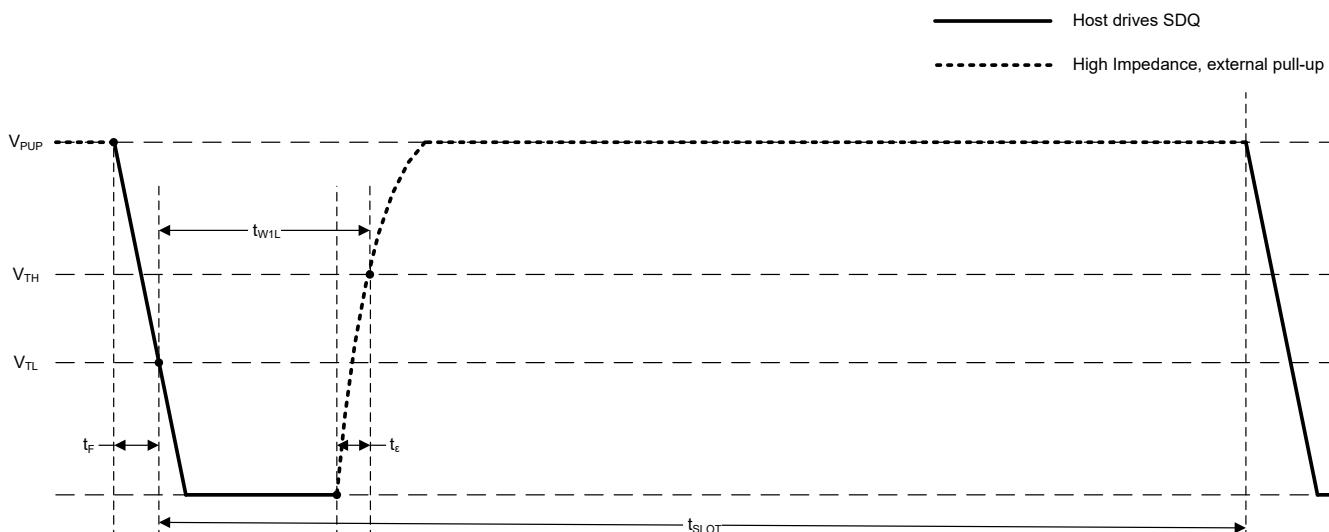
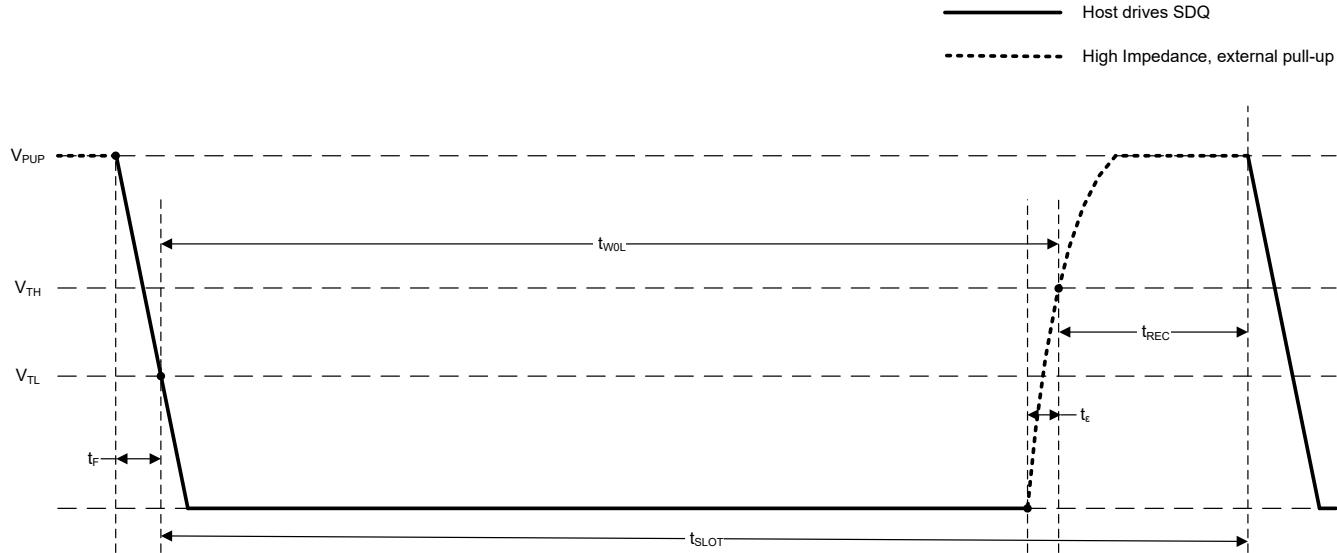
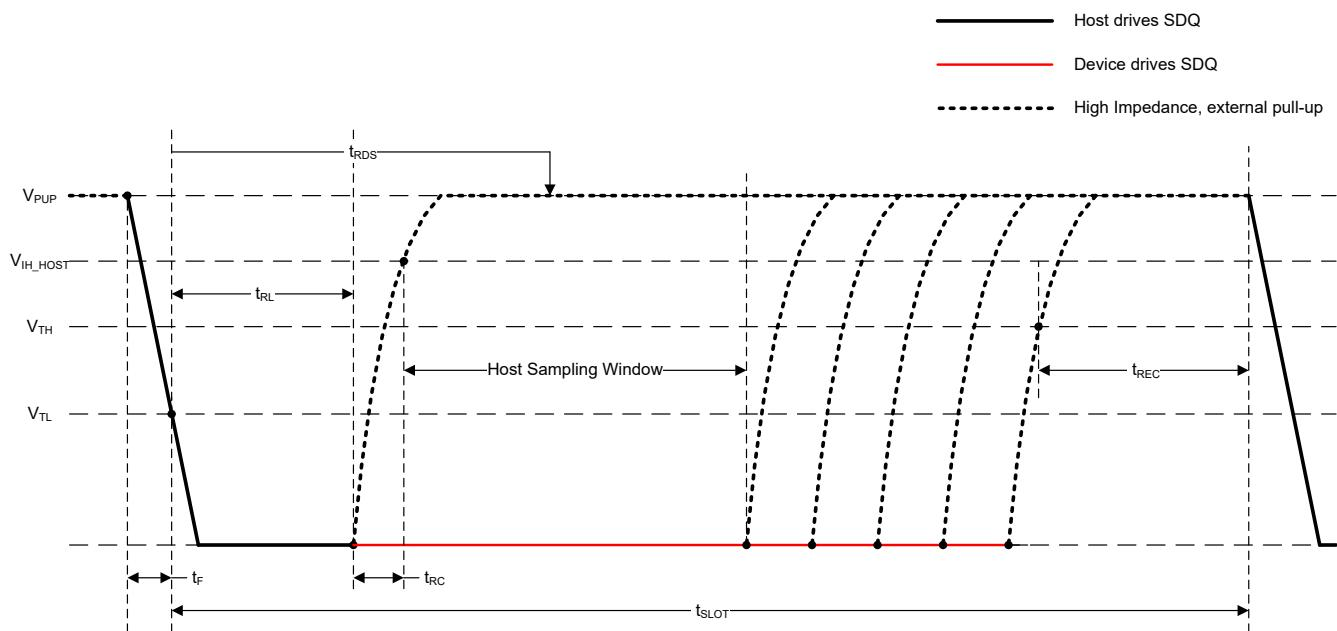

図 6-17. Write-One タイミング図
図 6-18. Write-Zero タイミング図
図 6-19. Read-Data タイミング図
すべての SDQ 信号は、デバイスの初期化から開始し、その後、ホストがバスを low に駆動して 1 または 0 を書き込むか、またはビット読み取りの開始フレームを開始します。**図 6-16** に初期化タイミングを示し**図 6-18**、**図 6-17** の一方、および**図 6-19** に、開始期間  $t_{W1L}$  /  $t_{W0L}$  /  $t_{RL}$  の間 SDQ バスを low に駆動することで、ホストが各ビットを開始することを示します。ビットの開始後、ホストが書き込み中にバスの制御を継続するか、またはレスポンダ デバイスが読み取り中に 0 ビットを転送するようバスを制御します。
**図 6-17** 図中の Write-One タイミング図は、ホストが SDQ バスを  $t_F + t_{W1L} - t_e$  の間 low にプルダウンし、その後 SDQ バスを解放することで Write-One 転送を開始することを示しています。同様に、**図 6-18** 図中の Write-Zero タイミング図は、ホストが SDQ バスを  $t_F + t_{W0L} - t_e$  の間 low にプルダウンし、その後 SDQ バスを解放することで Write-Zero 転送を開始することを示しています。SDQ バスの電圧がスレッショルド  $V_{TL}$  を下回ると、デバイスは内部タイミング ジェネレータを起動し、書き込みタイム スロット中に SDQ ラインをサンプリングするタイミングを決定します。このタイミング ジェネレータは、ビットが 1 か 0 かを判定します。デバイスは、SDQ ラインを最大  $t_{W1L}$  期間から最小  $t_{W0L}$  期間までの一定の時間サンプリングします。
**図 6-19** の読み取りデータのタイミング図に、ホストが  $t_F + t_{RL}$  期間の間 SDQ バスを low にすることで、このビットの送信を開始することを示しています。次にデバイスは、SDQ バスを low に駆動して読み出し 0 を送信するか、SDQ バスを解放して読み出し 1 を送信することにより応答します。ホストは、プルアップ抵抗とバス容量による立ち上がり時間を考慮して、デバイスから送信されたビットレベルをサンプリングするサンプリング ウィンドウ、または次の読み取りビット時間スロットを駆動するタイミングを決定する必要があります。